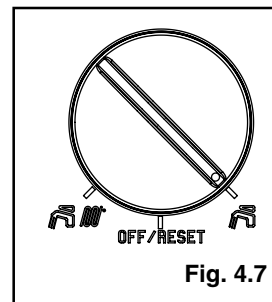

Fig. 4.7
- portare il selettore di funzione su (estate) (fig. 4.7)